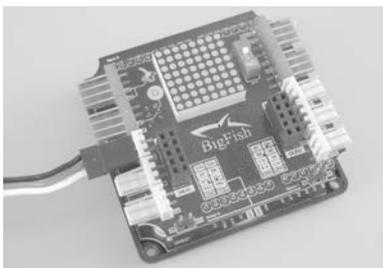

图 1.8 伺服电机接口
(2) 伺服电机一般接在 BigFish 3 针伺服电机口上, 注意观察板子上的针脚名称, 不要插反。简单来说, 露出金属的那一面朝下, 如图 1.8 所示。